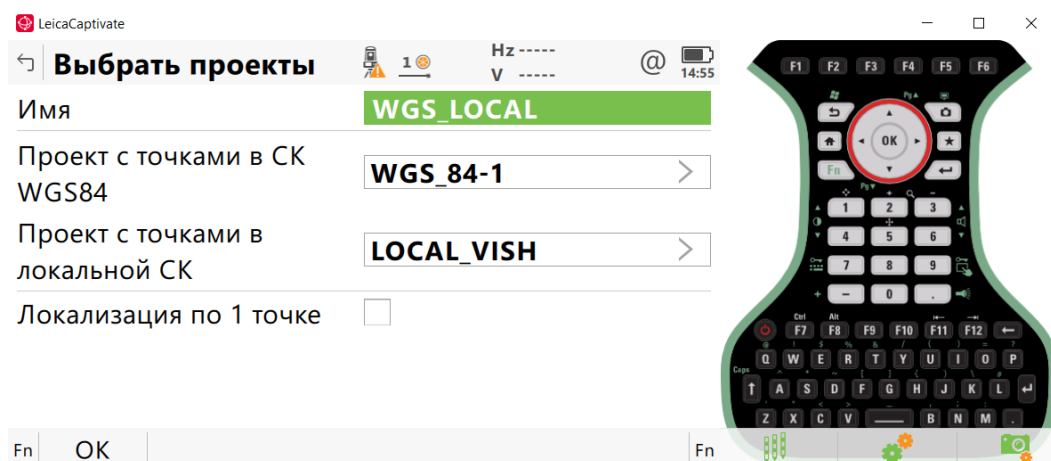

Рисунок 15 – Импорт данных в проект
15. Присваиваем создаваемой СК название и указываем проекты, содержащие координаты в WGS-84 и в локальной СК и применяем (рис. 15):